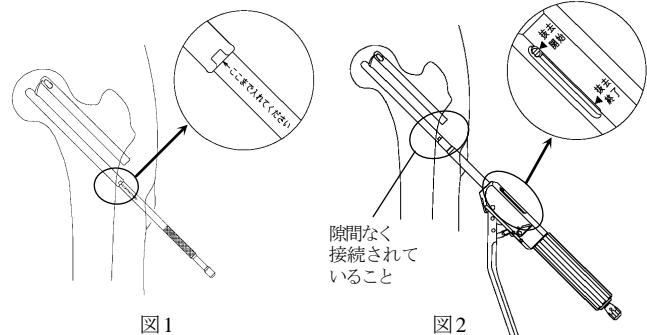

図1
- 1) 抜去器インナーロッドをインプラントのインナーピン後端のネジ部へ真っ直ぐに組み付け、突き当たるまで（マーキング位置まで）ねじ込みます。（図1）